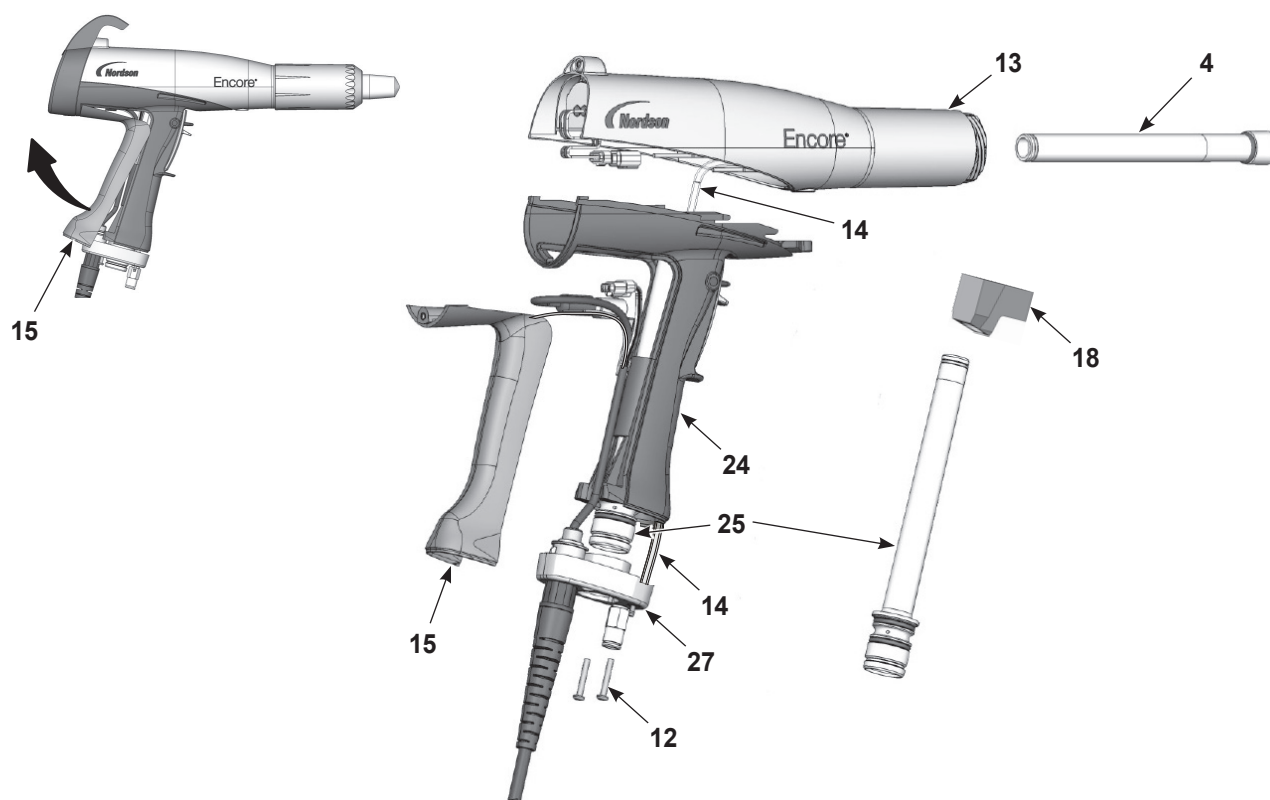

Abbildung 6-4 Pulverführung ersetzen
1. Siehe Abbildung 6-4. Das Winkelstück (18) vom Eingangsrohr (25) abnehmen.
2. Die zwei M3x20 Schrauben (12) von der Griffbasis (27) abschrauben. Die Basis weg vom Griff ziehen, die Unterseite des Erdungsstücks (15) nach oben und weg vom Griff schwenken und es dann abnehmen. Erdleiter am Erdungsstück angeschlossen lassen.
3. Das Eingangsrohr (25) nach oben aus der Basis herauschieben, dann die Basis zur Seite bewegen und das Eingangsrohr aus dem Griff ziehen.
4. Das Ausgangsrohr (4) vorn aus dem Applikatorgehäuse (13) schieben.
1. Siehe Abbildung 6-4. Ausgangsrohr (4) im Applikatorgehäuse (13) installieren; das Ende des Rohrs muss bündig mit dem Ende des Applikators abschließen.
2. Eingangsrohr (25) im Griff (24) installieren und anschließend das Ende des Rohrs in der Griffbasis (27) installieren.
3. Griffbasis nahe an den Griff schieben; dann das obere Ende des Erdungsstücks (15) im Gehäuse einhaken und das Erdungsstück mit einer Drehbewegung am Griff installieren. Beim Wiederzusammensetzen sicherstellen, dass die Kabeldrähte nicht gequetscht oder eingeklemmt werden.
4. Die Griffbasis an Griff und Erdungsstück installieren und mit den zwei M3x20 Schrauben (12) befestigen.